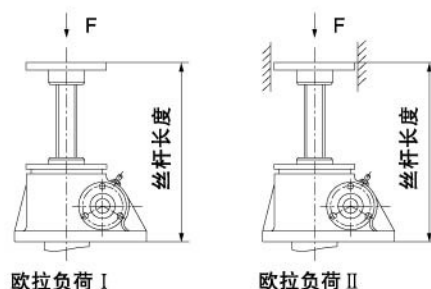
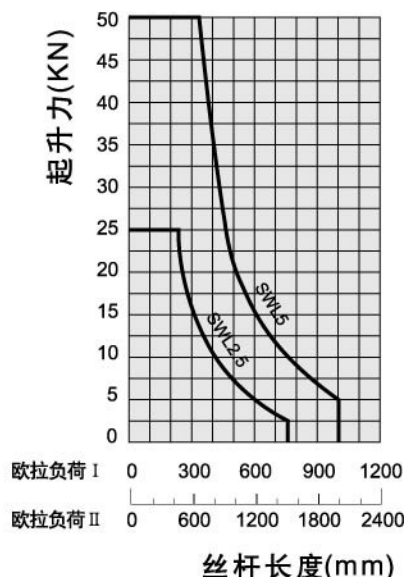
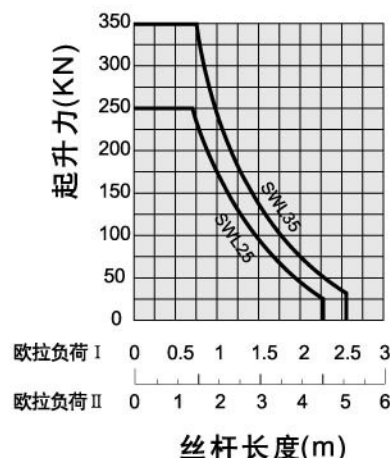

图 1
图 2
图 4
根据丝杆行程和提升负荷查图 1 ~ 图 4，找出所需升降机的型号，再查提升力和提升速度表，校核提升速度是否满足要求。
根据  $F=20\text{kN}$ ，丝杆行程  $=400\text{mm}$  查图 2，选择 SWL5 升降机。再查提升力和提升速度表核对 SWL5 升降机在  $20\text{kN}$  负荷下只允许  $0.526\text{m/min}$  的速度，只有重选大型号的升降机。再查提升力和提升速度表得知 SWL10 在  $20\text{kN}$  负荷下允许提升速度为  $1.44\text{m/min}$  而满足要求。
- 1) 当压力负荷减小时，提升高度可随之增大（两者具体关系详见图 2 ~ 图 4）；